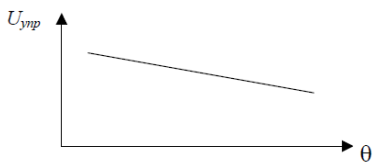

Рис.5 – График зависимости среднего угла поворота управляемых колес от критической скорости по условиям управляемости
1. Построить в масштабе схему движения автомобиля при прохождении поворота (рис.5). На схеме показать размеры a , b , L , B , считая, что центр тяжести расположен на оси автомобиля, углы γ , θ , силы $P_{\text{ц}}$ и P_y .